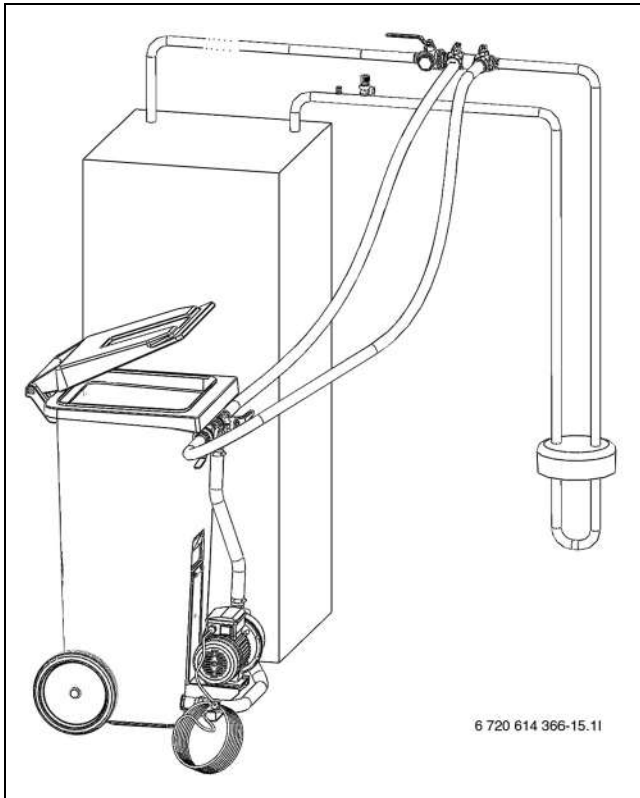

Fig. 21 Remplissage avec station de remplissage
- Raccorder deux tuyaux entre la station et le dispositif de remplissage (→ figure 21).